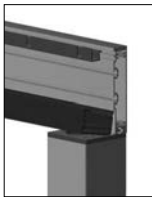
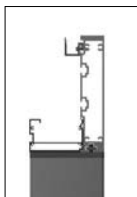

Abb. 53
Abb. 54
- » Regenrinne am Längsprofil einhängen (Abbildung 53 und Abbildung 54)
Das Einhängen und Verschrauben der zweiten Regenrinne am doppelten Längsprofil (Abbildung 54) kann wahlweise vor dem Aufstellen am Boden erfolgen oder bevor das nächste Längsprofil für das Anschlussfeld aufgestellt und positioniert wird.